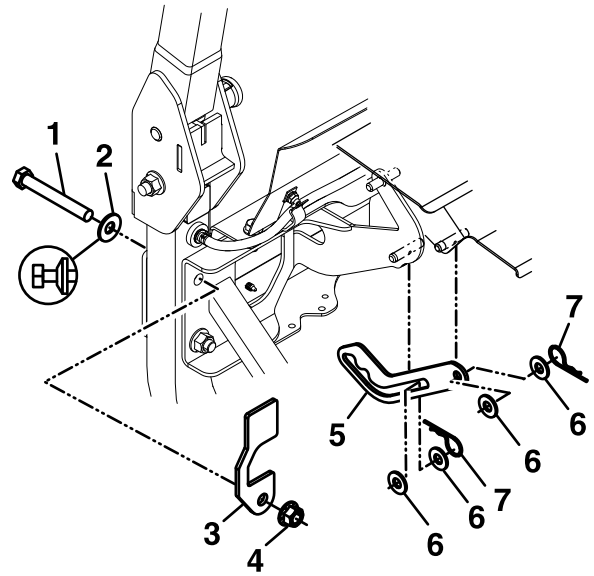

Figure 7
- Élevez le capot, déposez l'ancienne béquille et les fixations correspondantes. Fixez la nouvelle béquille en place avec quatre rondelles et deux goupilles fendues (voir Figure 7).
- Retirez et mettez au rebut le boulon supérieur, la rondelle et l'écrou sur le montant inférieur gauche de l'arceau de sécurité. Montez la butée gauche de l'arceau de sécurité à l'aide d'une vis à tête hexagonale ($\frac{1}{2}$ po-13 x $3\frac{3}{4}$ po, Grade 8), d'une rondelle élastique et d'un contre-écrou ($\frac{1}{2}$ po-13), comme montré à la Figure 7. Répétez cette opération pour la butée droite de l'arceau de sécurité. Serrez les fixations de l'arceau de sécurité à un couple de 136 à 149 N·m (100 à 110 pi-lb).